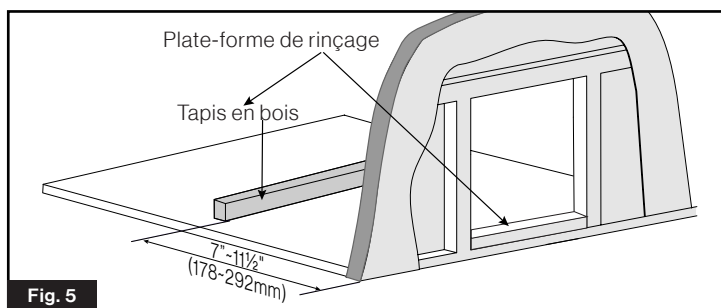
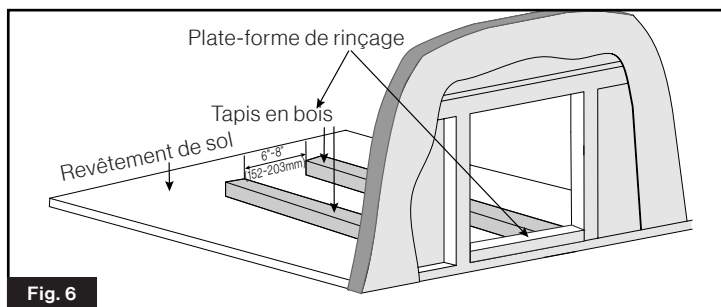

Fig. 5
Fig. 6
7. Si nécessaire, aménagez une plate-forme pour soutenir le chauffe-eau. La Fig. 5 et la Fig. 6 sont des solutions courantes. Assurez-vous que la plate-forme est au niveau de l'avant vers l'arrière et d'un côté à l'autre après l'avoir fixée au véhicule récréatif.